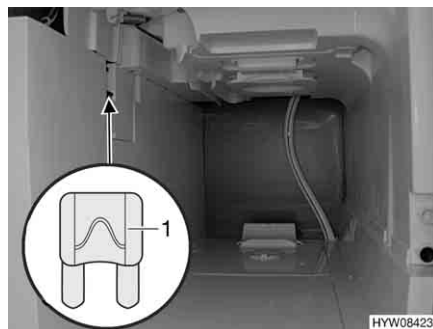

Fig. 82 Fusibile della toilette Thetford
- Sostituire il fusibile (Fig. 82,1).